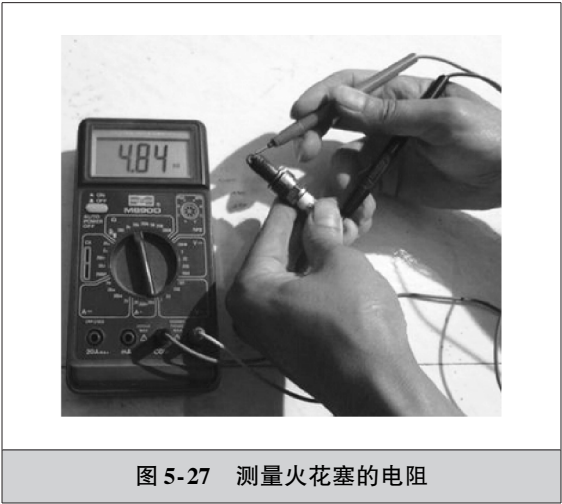

图 5-27 测量火花塞的电阻
(3) 用万用表检测火花塞的电阻 如图 5-27 所示，用万用表测量火花塞的电阻，应为 2000Ω 左右，过大或过小都应更换。